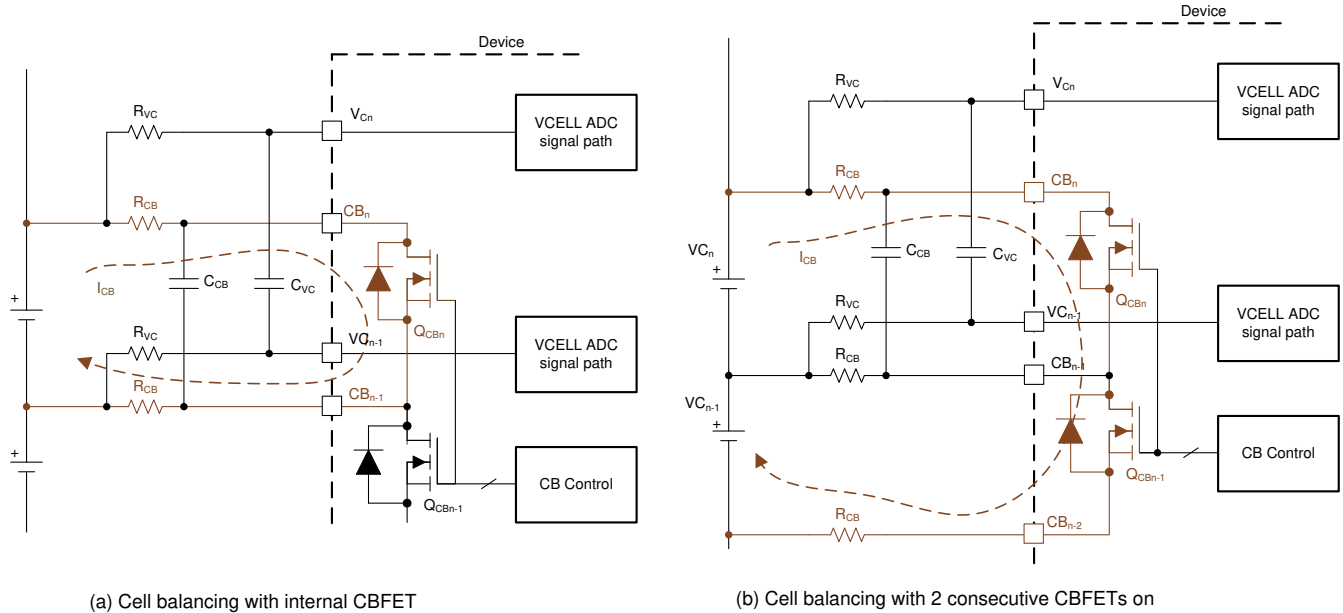

図 7-13. 内部セル バランシングとバランシング電流のフロー
- 連続 CBFET オンなしのバランシング (図 7-13 (a)): $I_{CB} = V_{Cell} / ((2 \times R_{CB}) + R_{dson_{QCB}})$
- 二つの連続した CBFET によるバランシング (図 7-13 (b)): $I_{CB} = (\text{二つの } V_{CELL} \text{ の合計}) / ((2 \times R_{CB}) + R_{dson_{QCBn}} + R_{dson_{(QCBn-1)}})$
- 手動バランシング制御 ([AUTO_BAL] = 0): この方法では、[BAL_GO] = 1 を受信すると、デバイスはゼロ以外のバランシング タイマ設定を持つ CBFET をオンにします。この制御下では、セルバランシング中は奇数および偶数チャンネルのスイッチングは行われず、BAL_CTRL1[DUTY2:0] 設定は適用されません。この方法を用いることで、ホスト マイコンは連続する二つの CBFET を有効化でき、最大八個の CBFET を有効化できます。隣接する二つの CBFET が有効化され、両方のチャンネルがバッテリーセルに接続されている場合、隣接する CBFET が有効になっていない場合と比較して、バランシング電流は大きく異なります (図 7-13)。DEV_CONF[NO_ADJ_CB] ビットは、隣接チャンネルを用いたセルバランシングを意図していないシステムにおいて、隣接する CBFET が誤って有効化されることを防ぐためのビットが用意されています。この制御方式では、デバイスは適切なチャンネルを有効化することをマイコンに依存しています。マイコンが [BAL_GO] = 1 を送信しても、CBFET の有効化状態が無効な条件となっている場合、デバイスはバランシングを開始せず、BAL_STAT[INVALID_CBCONF] = 1 をセットします。無効な構成は次のいずれかです。